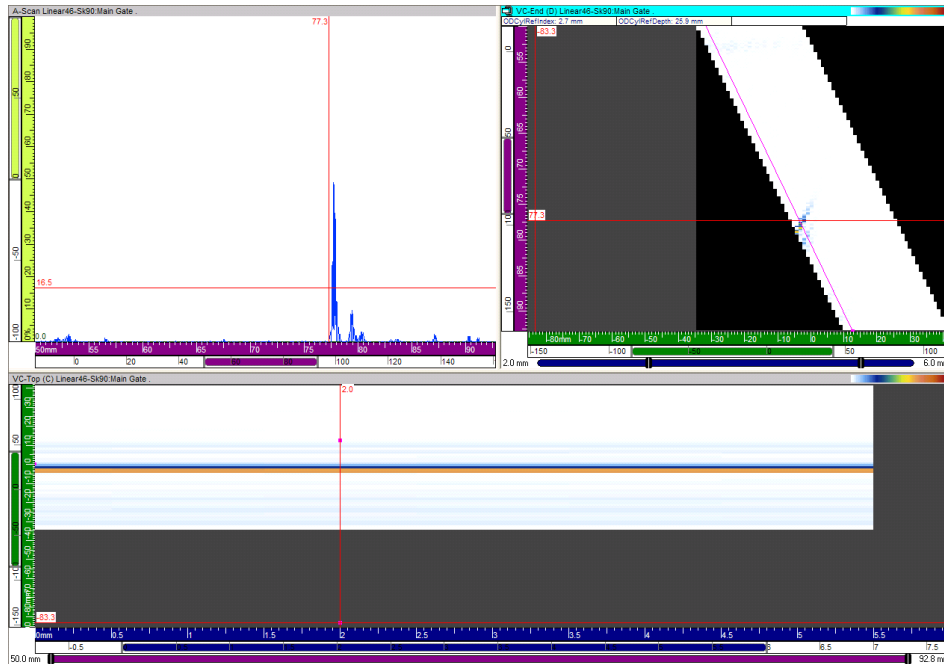

Abbildung 7-80 Analysieren zylindrischer Messwerte eines Linien-Scans
2. Siehe Abbildung 7-80 auf Seite 446 und verfahren Sie wie folgt:
- b) Lesen Sie die zylindrischen Messwerte in der **Vk-Vorderansicht (D)**.